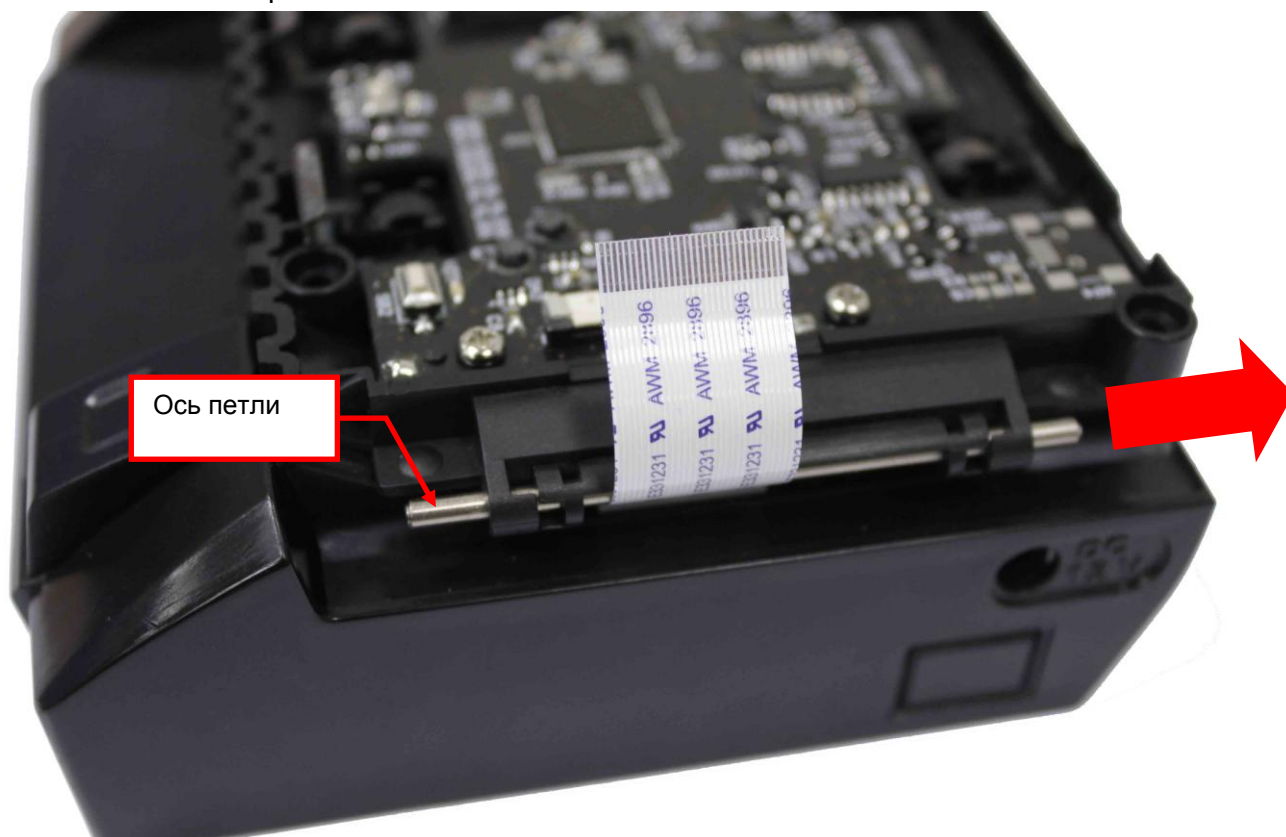

Рисунок 9.18
**9.8.3** Снимите с прибора, с помощью пассатижей, ось петли (см. рис.9.18). Стрелкой показано направление снятия оси.